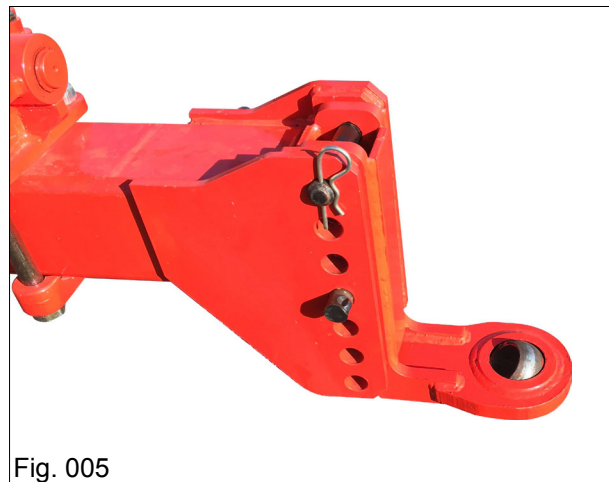

Fig. 005
- 3) Utilizando o regulador do cabeçalho "A" (Fig. 003), e o engate com rótula (Fig. 005) ajuste a altura do engate do cabeçalho à barra de tração do trator, a seguir efetue o engate da plantadora ao trator e trave o pino de engate com a trava de aço;
- 5) Acople o conjunto do engate ao cabeçalho (Fig. 005);
- 6) Utilizando o regulador do cabeçalho "A" (Fig. 003) e o engate com rótula (Fig. 005) ajuste a altura do engate do cabeçalho à barra de tração do trator, a seguir efetue o engate da plantadora ao trator e trave o pino de engate com a trava de aço;
Ao efetuar o nivelamento do implemento utilize também os recursos de acoplamento do engate com rótula, que pode ser acoplado no cabeçalho na posição superior ou inferior (Fig. 005).